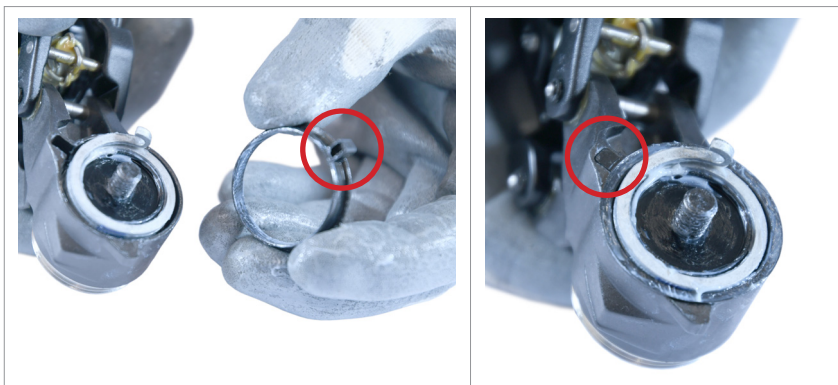

Abb.1
**1)** Setzen Sie den Dichtungsring ein und achten Sie dabei auf die richtige Position (Abb. 1).